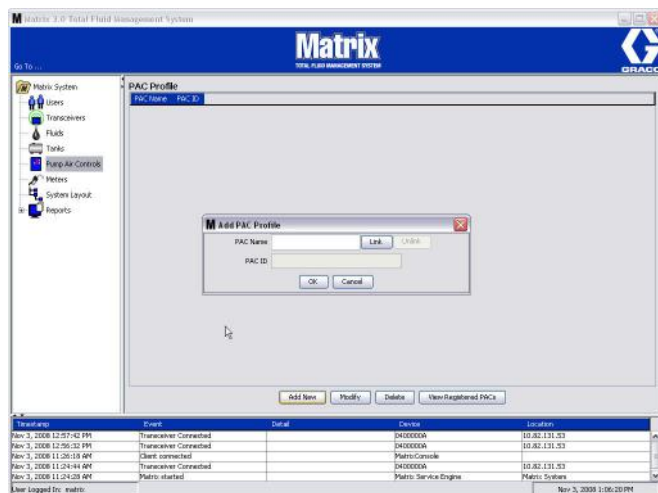

Рис. 80
3. Появится окно «Add PAC Profile» [Добавить профиль регулятора пневматического насоса] (Рис. 80). В этом окне можно назвать регулятор в поле «PAC Name» [Имя регулятора]. После указания имени регулятора нажмите кнопку «ОК» [OK], чтобы закрыть окно и сохранить изменения.